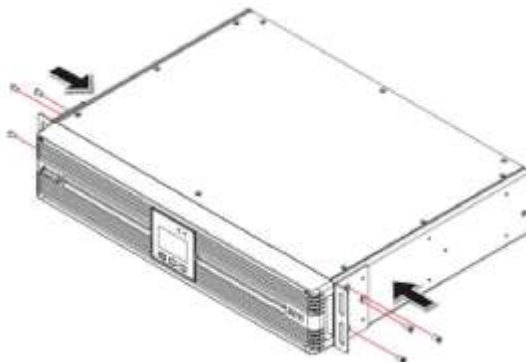

Рисунок 3-1: Крепление кронштейнов с проушинами
- 1 Прикрепите входящие в комплект кронштейны с проушинами к боковым монтажным отверстиям ИБП. См. **Рисунок 3-1**.